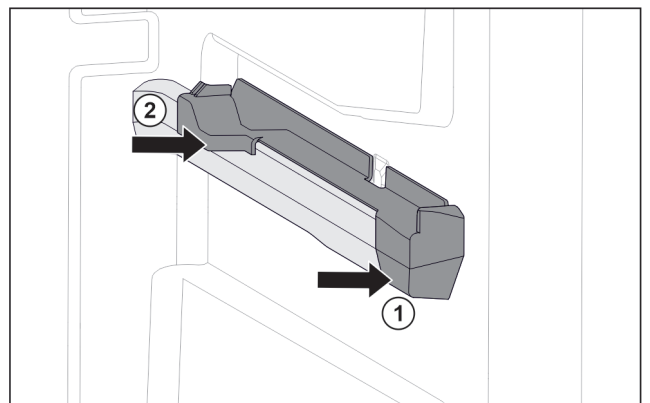

Fig. 34 Násuvný diel na pravom rebre nádoby
- ▶ Nasadíte násuvný diel vpredu na rebro nádoby. Fig. 34 (1)
- ▶ Prítlačte násuvný diel vzadu. Fig. 34 (2)